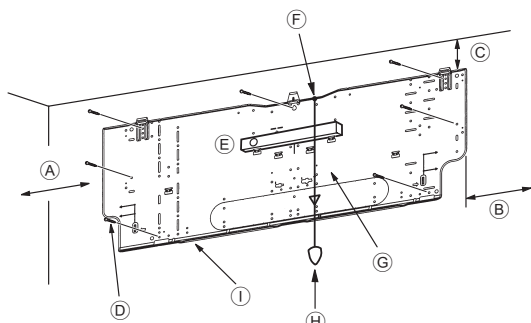
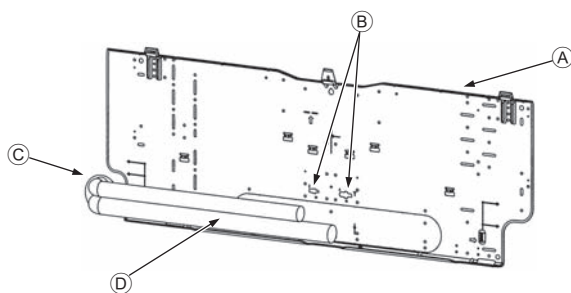

Рис. 3-4
Рис. 3-5
■ PKFY-P-VKM-E (Рис. 3-4)
- D Крепежные винты (4 × 25) ②
- I Монтажная плита ①
3.3. Встраивание труб в стены (Рис. 3-5)
- A Монтажная плита ①